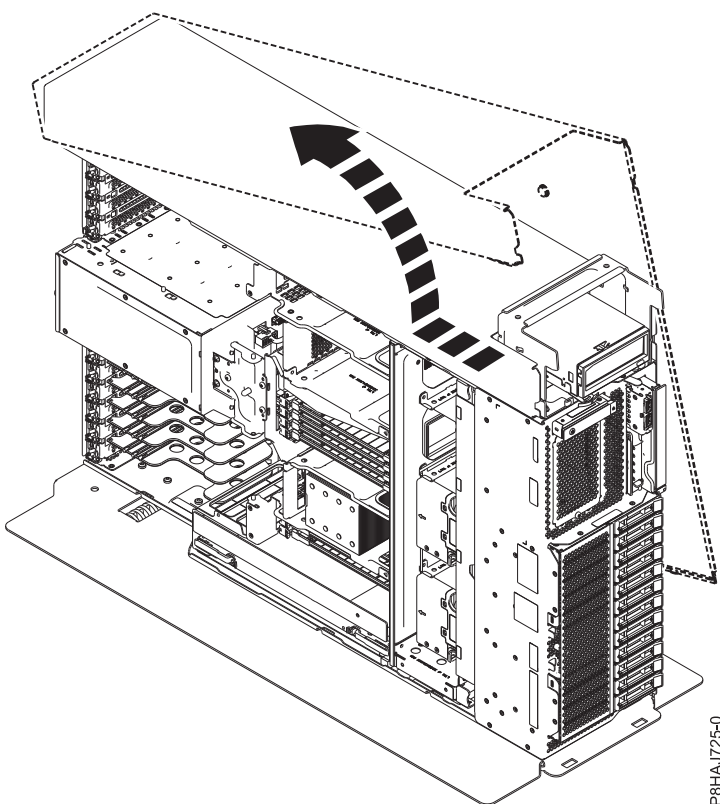

Figure 101. Retrait du capot latéral du système 8286-41A
5. Séparez le capot latéral du système en le faisant coulisser dans la direction indiquée figure 101.